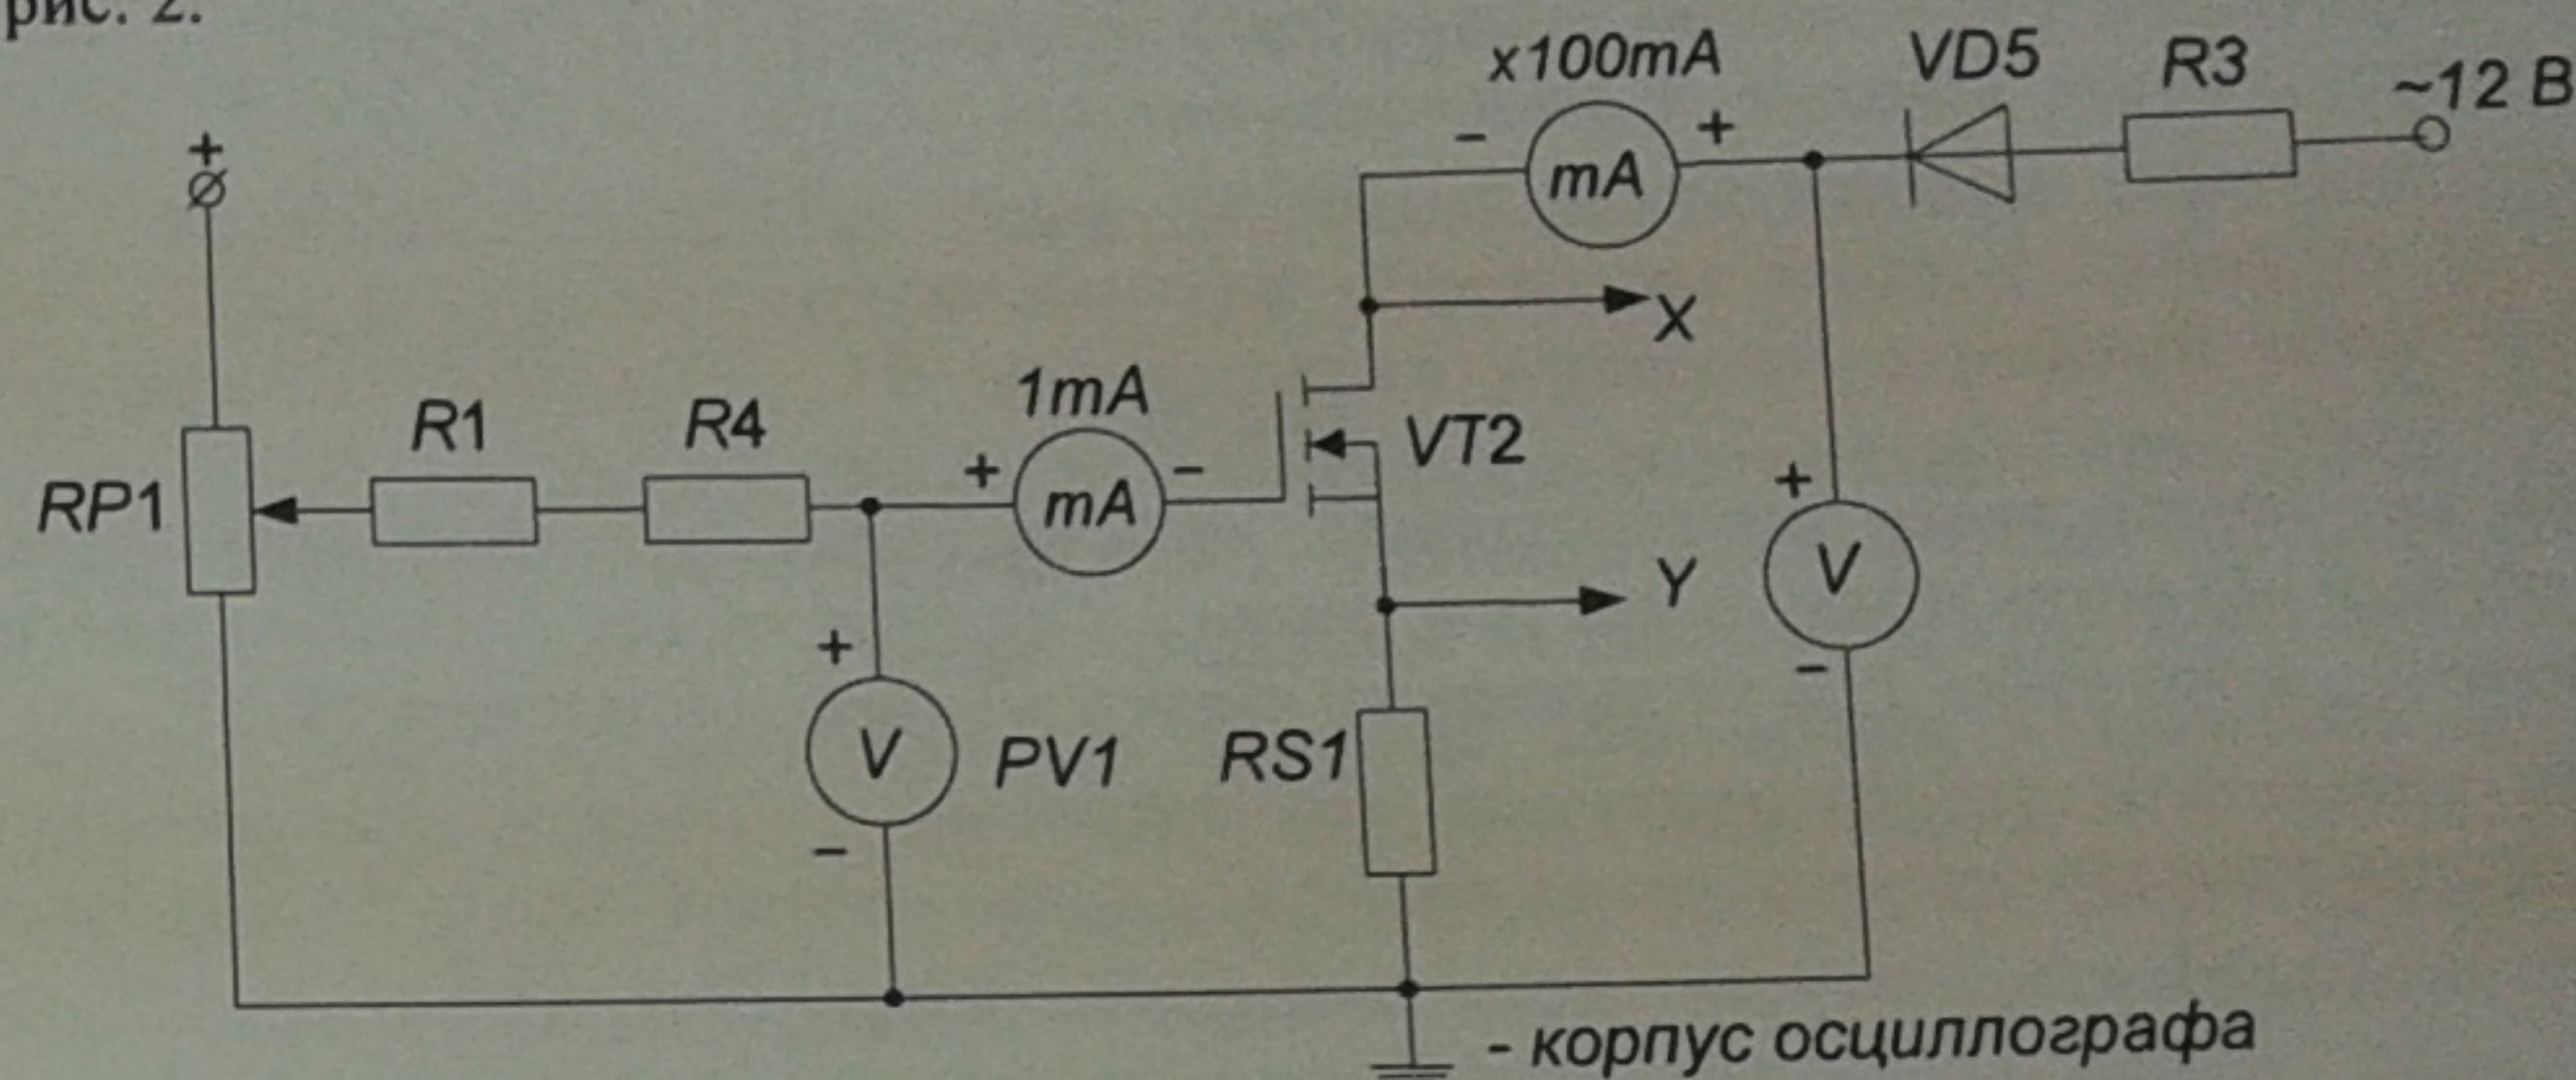

Рис. 2. Схема для снятия выходных статических ВАХ при помощи осциллографа
- снять выходные статические ВАХ с помощью осциллографа, используя схему на рис. 2.